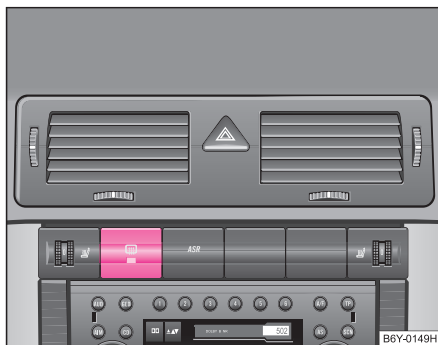

Abb. 40 Schalter für Heckscheibenbeheizung
- Drücken Sie den Schalter  ⇒ Abb. 40, um die Heckscheibenbeheizung einzuschalten.